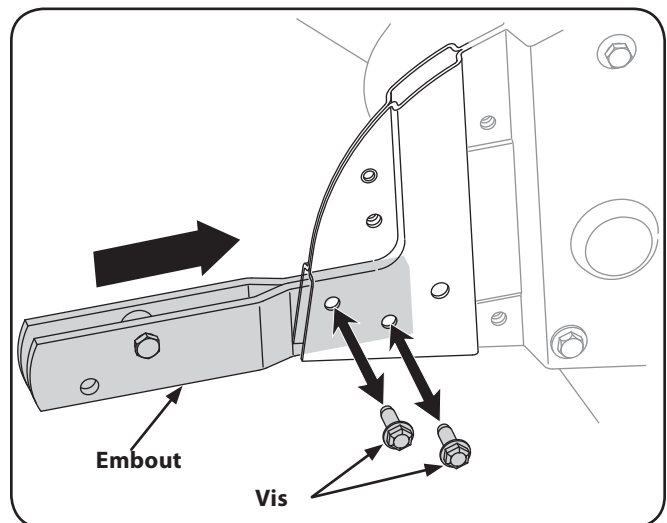

Fig. 3-6
- Enlevez les deux vis autotaraudeuse qui se trouvent sur le devant de l'embout. Voir la Fig. 3-6.